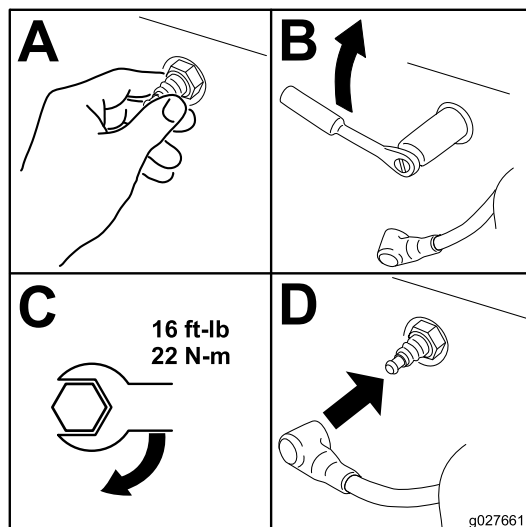

Figura 64
1. Instale la(s) bujía(s) como se muestra en la Figura 64.